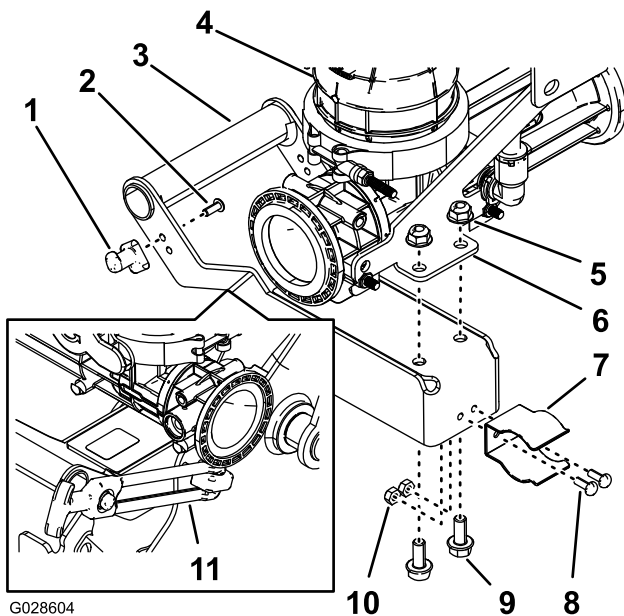

Figura 11
1. Monte el espárrago del cierre en la manija del eyector (Figura 11) usando dos tornillos de cabeza hueca (N° 10-24 x 1/2").
2. Instale el clip de resorte en la manija del eyector (Figura 11) con los 2 pernos (N° 10-24 x 1/2") y 2 contratuercas (N° 10-24).
3. Instale la manija en la chapa de montaje del eyector (Figura 11) con dos pernos con arandela prensada (5/16" x 3/4") y contratuercas con arandela prensada (5/16").